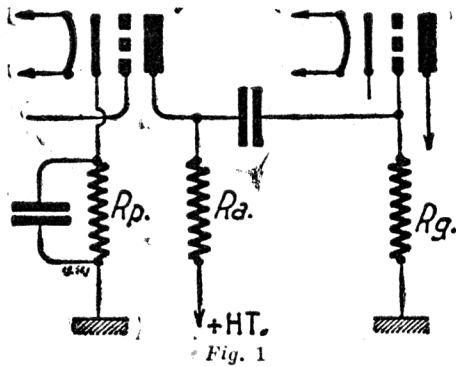

Fig. 1
1) Résistances cathodiques de polarisation, représentées par R_p sur la figure 1. Elles sont
2) Résistance de plaque (R_a de la figure 1). Elles sont, pour les liaisons à résistances, insérées dans le circuit anodique pour permettre de recueillir à leurs extrémités la tension qui doit être appliquée à la grille de la lampe suivante. Plus la résistance est importante plus la tension sur la grille est élevée. L'ordre de grandeur de cette résistance est déterminé par la résistance interne de la lampe, elle doit être égale à deux à trois fois la résistance interne.
3) Résistances de grille, illustrées par R_g sur la figure 1. Elles sont branchées entre grille et négatif haute tension. C'est par eux que la grille se décharge sans que puissent s'écouler les oscillations alternatives. Leur valeur est comprise entre 250.000 et 500.000 ohms (4 à 5 fois la résistance R_a).